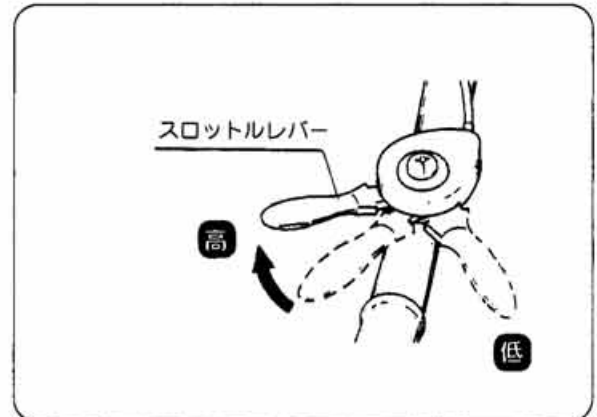

図10
② スロットルレバーをゆっくり [低→高] の位置にします。(図10)